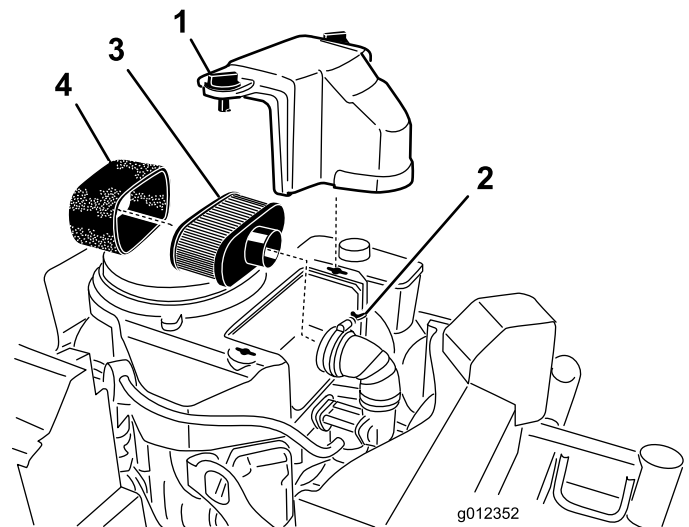

Bild 21
3. Reinigen Sie den Bereich um den Luftfilter herum, um zu verhindern, dass Schmutz in den Motor fällt und Schäden verursacht (Bild 21).
4. Schrauben Sie die Handräder los und entfernen Sie die Luftfilterabdeckung (Bild 21).
5. Schrauben Sie die Schlauchklemme los und entfernen Sie die Luftfilterabdeckung (Bild 21).
6. Ziehen Sie den Schaumeinsatz vorsichtig vom Papiereinsatz (Bild 21).
1. Reinigen Sie nicht den Papierfilter. Wechseln Sie es aus (Bild 21).
1. Schieben Sie den Schaumeinsatz vorsichtig auf den Papierluftfiltereinsatz (Bild 21).
2. Schieben Sie den Luftfilter auf das Luftfilterunterteil und befestigen Sie ihn mit den 2 Flügelmuttern (Bild 21).
3. Setzen Sie die Abdeckung des Luftfilters auf und ziehen Sie das Abdeckhandrad fest (Bild 21).